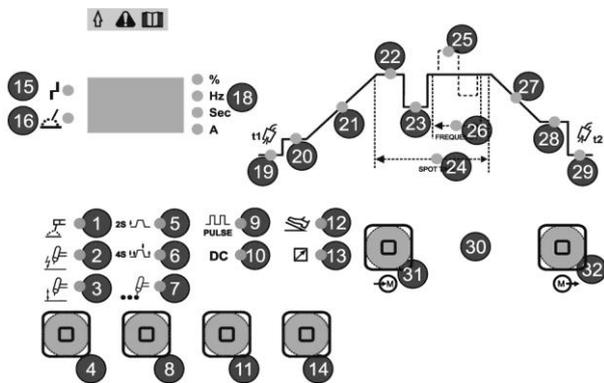

Figura 1
- Posicionar o selector modalidade  (Rif.1 - Figura 1.) sobre soldadura com electrodos revestidos.
- Regular a corrente de soldadura através do selector de amperagem (Rif.3 - Figura 1.).
Premindo a tecla de deslocamento 4 e colocando o indicador luminoso no símbolo 1 - Figura 1.), pode seleccionar a modalidade de soldadura com eléctrodo.
Premindo a tecla de deslocamento 4 - Figura 1.) até colocar o indicador luminoso no símbolo 2 - Figura 1.), pode seleccionar a modalidade de soldadura TIG com partida de alta tensão. Premindo o botão da tocha, gera-se uma descarga de alta tensão que permite o escorvamento do arco.
Premindo a tecla de deslocamento 4 - Figura 1.) até colocar o indicador luminoso no símbolo 3 - Figura 1.), pode seleccionar a modalidade de soldadura TIG com partida Lift.
Premindo a tecla de deslocamento 8 - Figura 1.) coloque o indicador luminoso no símbolo 5 - Figura 1.). Nesta modalidade, prima o botão da tocha para escorvar a corrente de soldadura e mantenha-o premido durante todo o tempo em que estiver a soldar.
Premindo a tecla de deslocamento 8 - Figura 1.), coloque o indicador luminoso no símbolo 6 - Figura 1.). Nesta modalidade, o botão da tocha funciona em quatro tempos, para permitir a soldadura automática. Premindo o botão da tocha pela primeira vez, activa-se o fluxo de gás; ao soltá-lo, escorva-se o arco de soldadura. Premindo o botão da tocha uma segunda vez, interrompe-se a soldadura; ao soltá-lo, desactiva-se o fluxo de gás.
Premindo a tecla de deslocamento 8 - Figura 1.) coloque o indicador luminoso no símbolo 7 - Figura 1.). Nesta modalidade, obtém-se uma soldadura por pontos temporizada com um tempo predefinido, como descrito no capítulo 24 - Tempo da soldadura por pontos (Spot time).
Para obter o funcionamento pulsado, depois de seleccionar a modalidade TIG (Lift ou HF), prima a tecla de deslocamento 11 - Figura 1.) até colocar o indicador luminoso no símbolo 9 - Figura 1.). Nesta modalidade, a corrente pulsa entre os valores máximo e mínimo predefinidos, como descrito respectivamente nos capítulos 22: Corrente nominal de soldadura e 23: Corrente reduzida.
Para obter o funcionamento TIG DC (Tig com corrente contínua), depois de seleccionar a modalidade TIG (Lift ou HF), prima a tecla de deslocamento 11 - Figura 1.) até colocar o indicador luminoso no símbolo 10 - Figura 1.).
Premindo a tecla de deslocamento 14 - Figura 1.) até colocar o indicador luminoso no símbolo 12 - Figura 1.) activa-se o comando à distância.
Premindo a tecla de deslocamento 14 - Figura 1.) até colocar o indicador luminoso no símbolo 13 - Figura 1.) activa-se o comando à distância.
Ao activar-se um dos alarmes previstos, acende-se o indicador 15 - Figura 1.) e, ao mesmo tempo, no visor 17 - Figura 1.) aparecem em seguida os possíveis alarmes, as respectivas indicações e as operações a efectuar para reactivar o gerador:
O indicador 16 - Figura 1.) acende-se sempre que o gerador está a distribuir a corrente.
Símbolos que indicam o tipo de grandeza mostrada no visor (Duty cycle, frequência, tempo, amperagem) 18 - Figura 1.).
Premindo durante pelo menos 1 segundo uma das teclas de deslocamento 31 ou 32 - Figura 1.) representadas com os símbolos  pode seleccionar os parâmetros de soldadura que pretende modificar. Premindo uma das teclas de deslocamento, selecciona as várias funções de soldadura que pretende modificar.
Tenha em atenção que, durante a programação de cada parâmetro, o indicador luminoso correspondente acende-se e os visores 17 - Figura 1.) e os leds 18 - Figura 1.) indicam respectivamente o valor e a unidade de medida do parâmetro modificado.
Com as teclas de deslocamento 31 e 32 coloque o indicador luminoso na posição 19 - Figura 1.); depois, accionando o manípulo 30, programe a duração em segundos do fluxo inicial de gás. Intervalo de valores compreendido entre 0,2 seg. e 5 seg.
Com as teclas de deslocamento 31 e 32 coloque o indicador luminoso na posição 20 - Figura 1.); depois, accionando o manípulo 30, programe o valor da corrente inicial na modalidade TIG 4 Tempos. Intervalo de valores compreendido entre I_{min} e I nominal de soldadura.
Com as teclas de deslocamento 31 e 32, coloque o indicador luminoso na posição 21 - Figura 1.); depois, accionando o manípulo 30, programe o tempo desejado para atingir a corrente nominal de soldadura na modalidade TIG. Intervalo de valores compreendido entre 0 seg. e 10 seg.
Com as teclas de deslocamento 31 e 32, posicione o indicador luminoso no símbolo 22 - Figura 1.); depois, accionando o manípulo 30, programe o valor da corrente nominal de soldadura para todas as modalidades disponíveis. Intervalo de valores compreendido entre 5A e 220A.
Com as teclas 31 e 32, posicione o indicador luminoso no símbolo 23 - Figura 1.); depois, accionando o manípulo 30, programe o valor da corrente reduzida na modalidade TIG DC 4 Tempos; pelo contrário, na modalidade TIG pulsado (Tanto a 2 tempos como a 4 tempos), programe corrente de base da pulsação. Intervalo de valores compreendido entre a corrente nominal de soldadura e 10% desse valor.
Com as teclas de deslocamento 31 e 32, coloque o indicador luminoso no símbolo 24 - Figura 1.); depois, accionando o manípulo 30, programe a duração em segundos do impulso da soldadura por pontos. Intervalo de valores compreendido entre 0,1 seg. e 10 seg.
Com as teclas de deslocamento 31 e 32, coloque o indicador luminoso no símbolo 25 - Figura 1.); depois, accionando o manípulo 30, programe o equilíbrio das várias formas de onda em TIG pulsado.